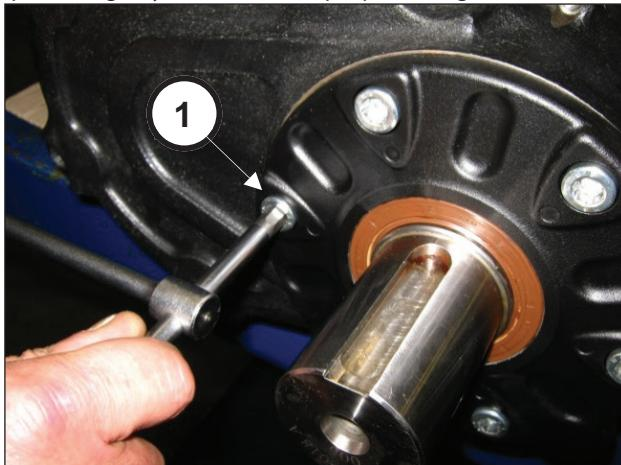
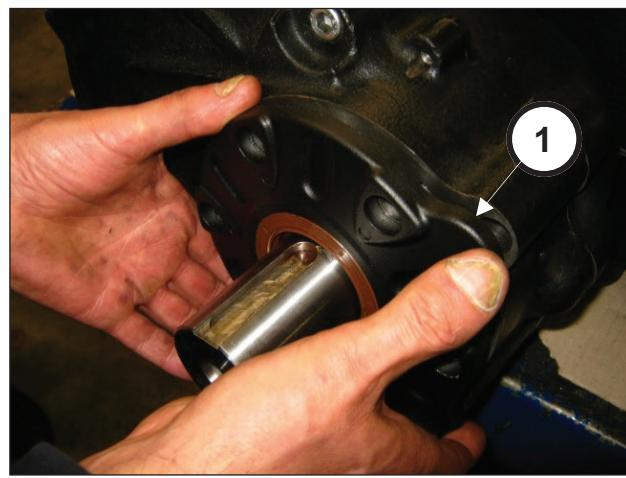

Fig. 4
Fig. 5
Aflojar los tornillos de fijación de la tapa del piñón de la (pos. ①, Fig. 4) y desmontar la tapa (pos. ①, Fig. 5).